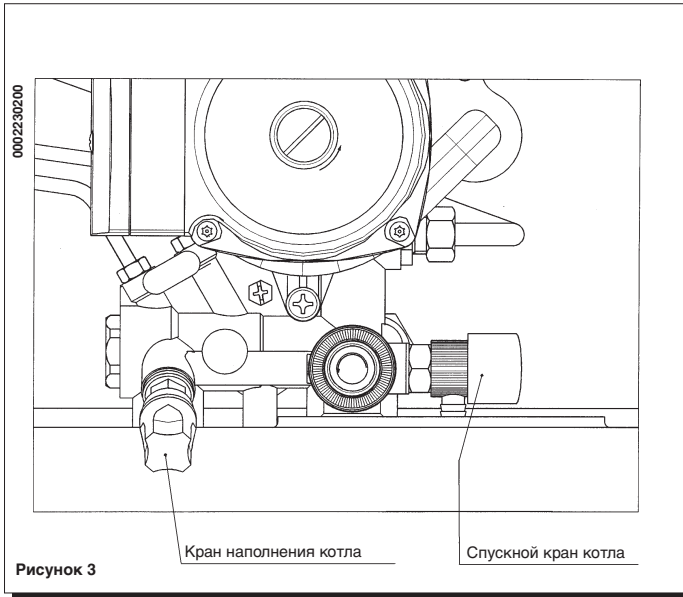

Рисунок 3
Важно - Периодически проверить, что давление по манометру (14) при холодной установке было в пределах 0,5 - 1 бар. В случае повышенного давления, открыть спускной кран котла. В случае пониженного давления, открыть кран наполнения котла (см. рис. 3). Советуем открывать этот кран очень медленно с тем, чтобы облегчать выпуск воздуха. По окончании этой операции может потребоваться временный перевод переключателя 1 в положение (0), чтобы восстановить нормальные условия работы аппарата.